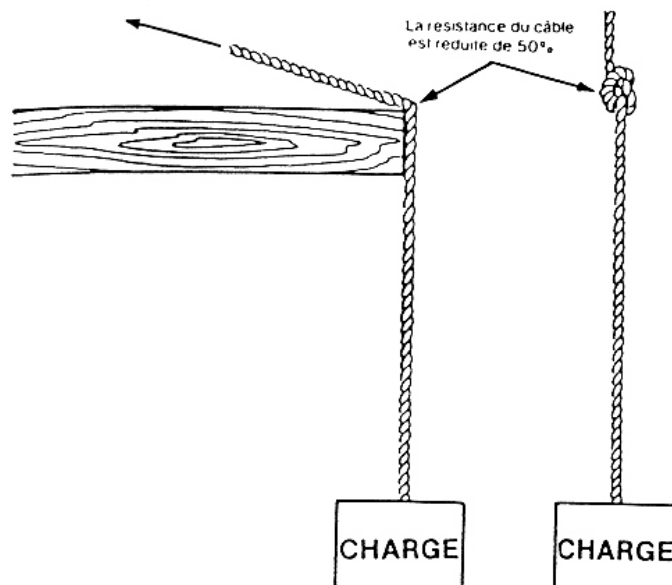

Figure 1 – Effets des nœuds et des courbures prononcées sur la résistance d'un câble
- Les courbures prononcées dans les câbles empêchent que la tension soit distribuée également entre les fibres qui forment les torons Il ne faut pas utiliser un câble dans lequel il y a un nœud ou une courbure prononcée, car ces facteurs réduisent sans efficacité d'environ 50% (voir figure 1).